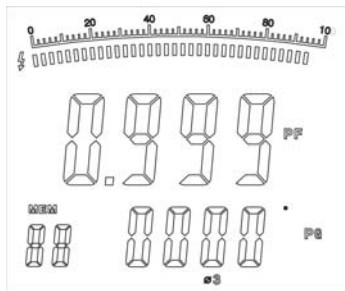

Figura 20
- Pulsar SEL para seleccionar la tercera fase, vea la figura 20.